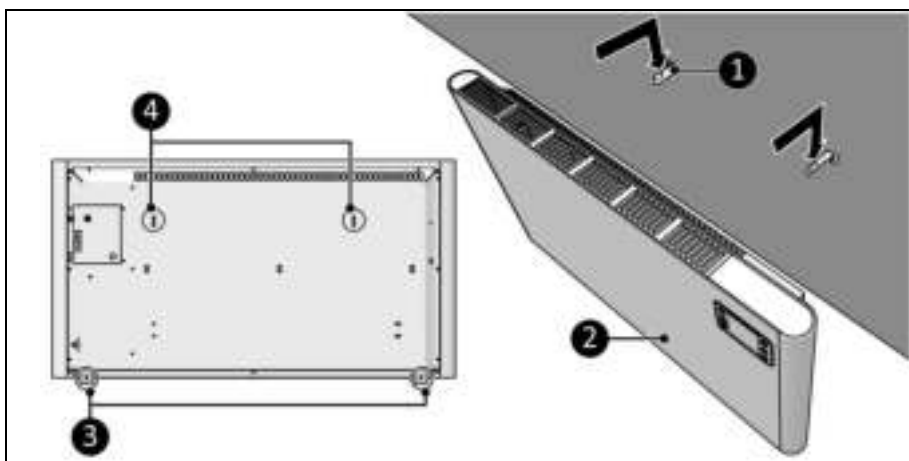

Figura 12
9. Așezați găurile suportului (Figura 12, poz. 4) peste suporturile de perete (Figura 12, poz. 1).
10. Lăsați dispozitivul (Figura 12, poz. 2) să cadă în orificiile suporturilor de perete (Figura 12, poz. 1).
11. Utilizați suporturile dispozitivului (Figura 12, poz. 3) pentru a marca poziția găurii din partea de jos pe perete.
12. Scoateți dispozitivul de pe suporturile de perete (Figura 12, poz. 1).
14. Așezați dispozitivul (Figura 12, poz. 2) înapoi pe suporturile de perete (Figura 12, poz. 1).